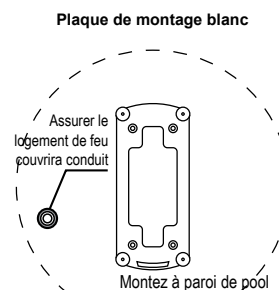

Figure 4.
2. Fixer le blanc plaque de montage sur le mur de la piscine. Assurer le logement de feu couvre conduit. (voir la figure 4.)